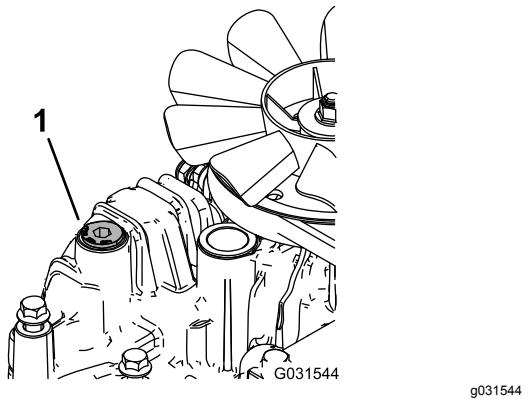

Figura 62
- Afloje el tapón de ventilación de cada transmisión hasta que esté suelto y se mueva de un lado a otro (Figura 62).